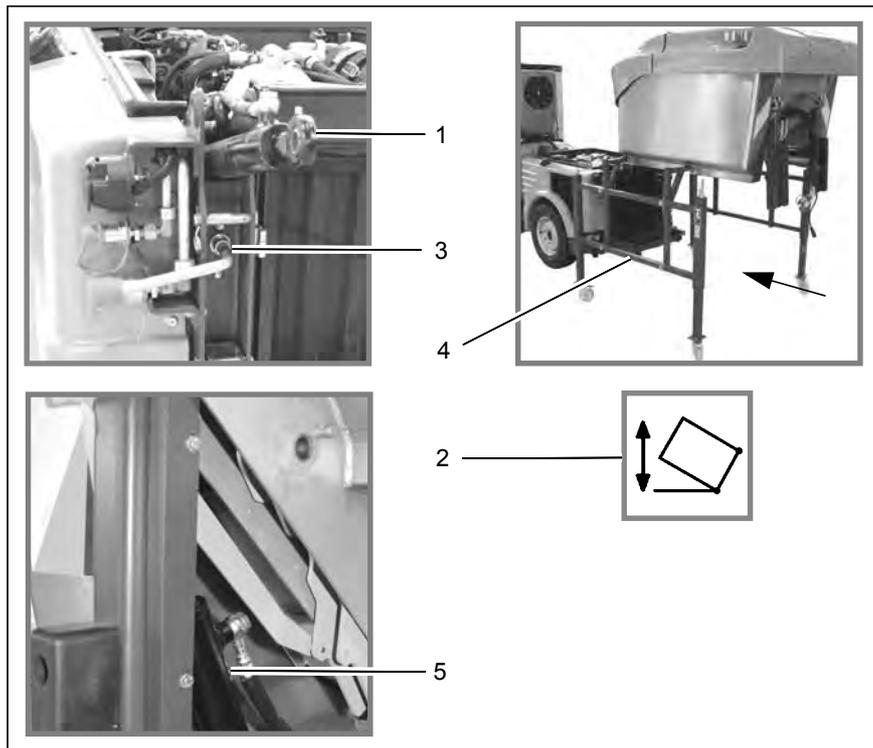

Fig. 33
Le support (Fig. 33/4) est requis pour installer la benne.
1. Rentrer complètement le vérin de levage (Fig. 33/1) à l'aide du bouton (Fig. 33/2) et basculer la benne vers l'arrière avec précaution.
2. Desserrer les vis de fixation (Fig. 33/3) pour la réception de la benne.
3. Pousser la benne et le support (Fig. 33/4) en dehors de l'appareil de base.
4. Basculer le vérin (Fig. 33/5) vers le haut et le poser dans les béquilles en forme de «u» de la benne.
17. Retirer le support de stationnement (Fig. 33/4).